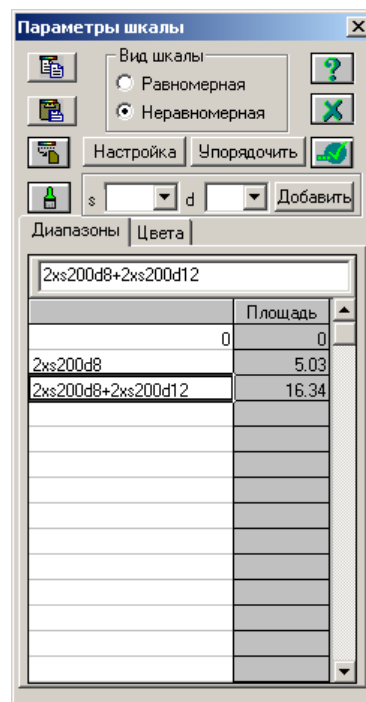

Рис.4.4.14. Окно диалога **Параметры шкалы** (после редактирования)
- в строке над таблицей, где дублируется значение ячейки, задайте параметр $2xs200d8+2xs200d12$ (рис. 4.4.14);